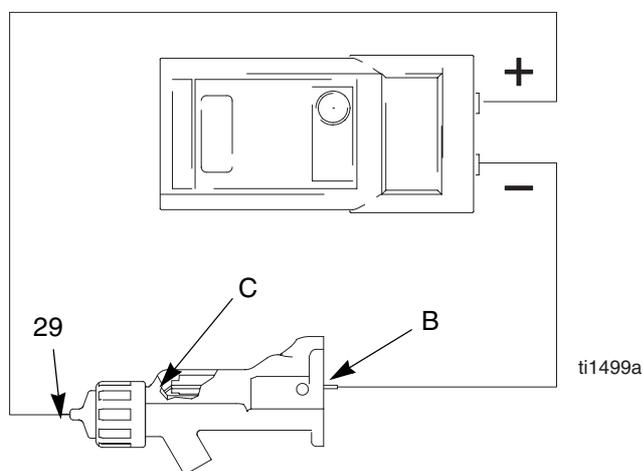

Fig. 6. Contrôle de la résistance de l'électrode
1. Introduire une tige conductrice (B) dans le canon du pistolet (démonté pour le test du bloc d'alimentation) et l'appliquer contre le contact métallique (C) à l'avant du canon.
2. Mesurer la résistance entre la tige conductrice (B) et l'électrode (29). La résistance doit être comprise entre 20 et 30 mégohms. Voir Fig. 6.